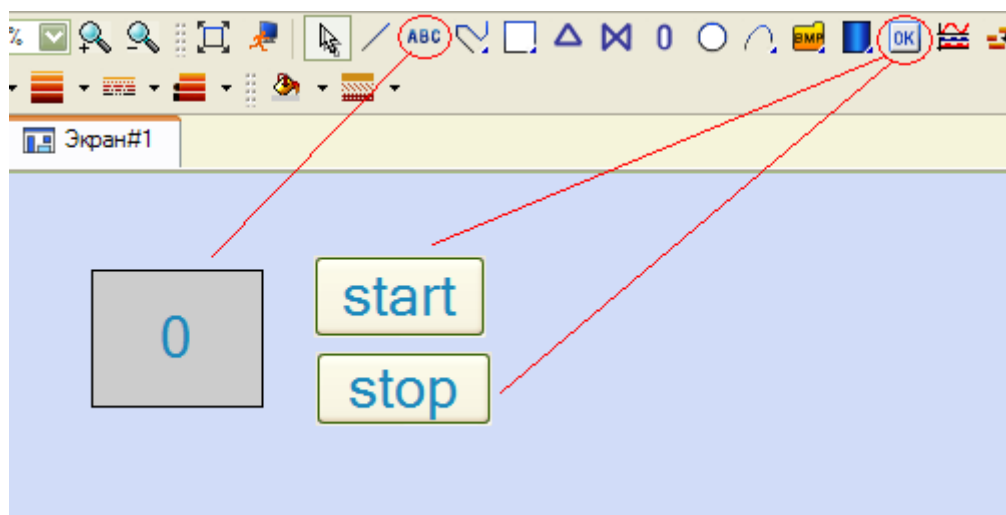

Рисунок 18 – Размещение графических элементов на экране
2. Перейдите к редактированию экрана. Создайте графические элементы как на рис. 18.